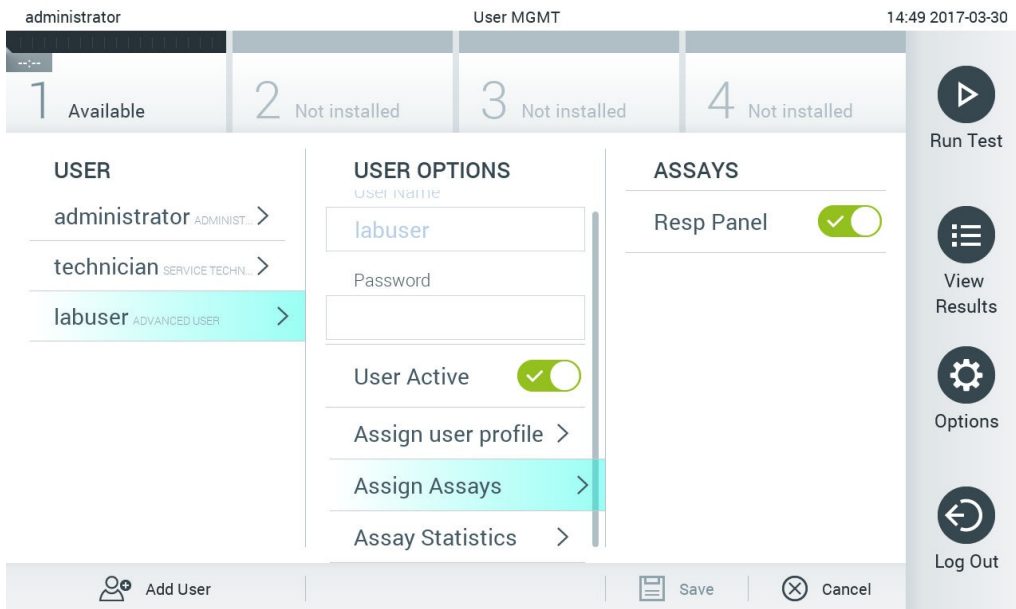

図 62.アッセイをユーザーに割り当てる。
- Assign Assays (アッセイの割り当て) : ユーザーが実行を許可されるアッセイデータベースのアッセイを定義できます。コンテンツエリアの右側のリストからアッセイを選択します (図 62)